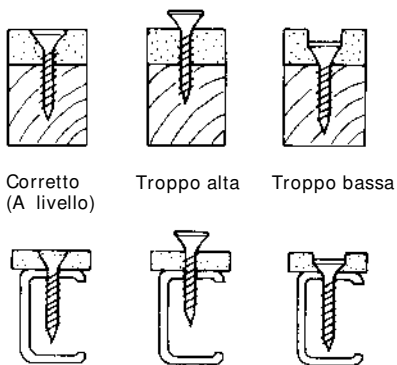

Fig. 11
Le regolazioni di profondità di serraggio (1)-(2) sopra descritte sono solo preliminari. Eseguire la regolazione precisa dopo aver fatto un avvitamento di prova. Ruotare la manopola nella direzione ↺ quando la testa della vite è troppo alta. Ruotare la manopola nella direzione ↻ quando la testa della vite è troppo bassa. (Fare riferimento alle Fig. 11)